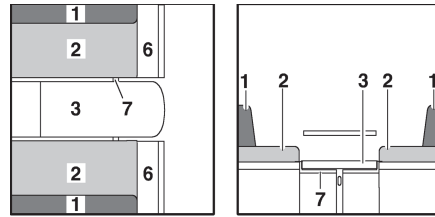

Fig. 120 Durante la transformación
- Plegar la prolongación del banco de asiento (Fig. 120,6) hacia arriba y colocar una cuña con la trampilla.